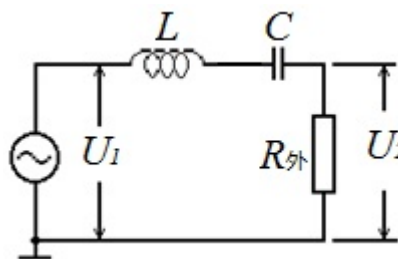

图 1 LCR 串联谐振电路图
图 1 为 LCR 串联谐振电路图，交流信号源在电路中所产生电流的大小，不仅决定于电路中的电阻 R ，而且还决定于电路中的电抗 $(2\pi fL - 1/2\pi fC)$ 。其中 $2\pi fL$ 是线圈 L 的感抗 Z_L ； $1/2\pi fC$ 是电容器 C 的容抗 Z_C 。根据交流电路的欧姆定律，此回路中的电流 I 与 LCR 串联谐振电路两端总电压 U_1 之间的关系为：
1. 按照图 1 接线。数字信号发生器的输出阻抗为 50Ω , U_1 、 U_2 为交流电压表, $R_{\text{外}}$ 为外接电阻箱 (必做部分请设置为 50.0Ω)。